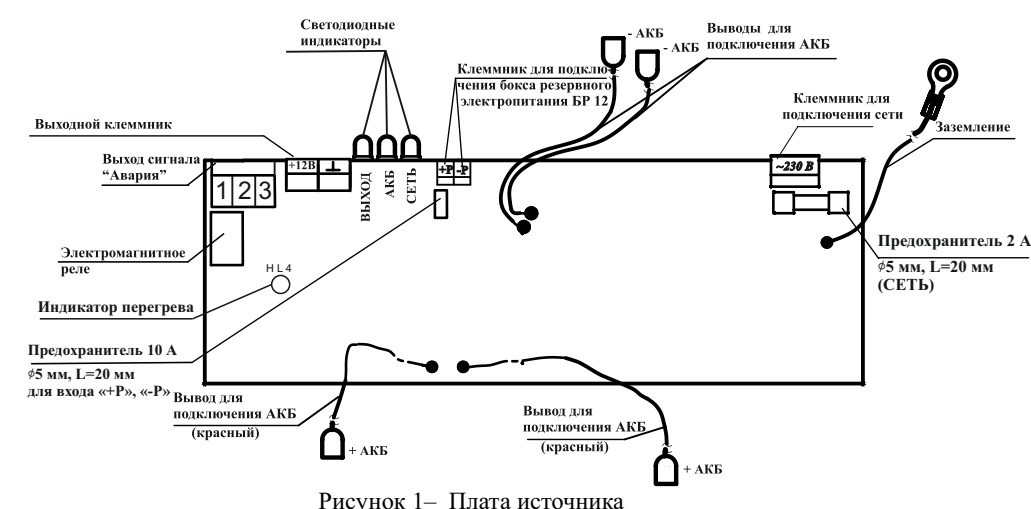

Рисунок 1- Плата источника
- 6.3 Подключение соединений производить в следующей последовательности (см. рисунок 1):